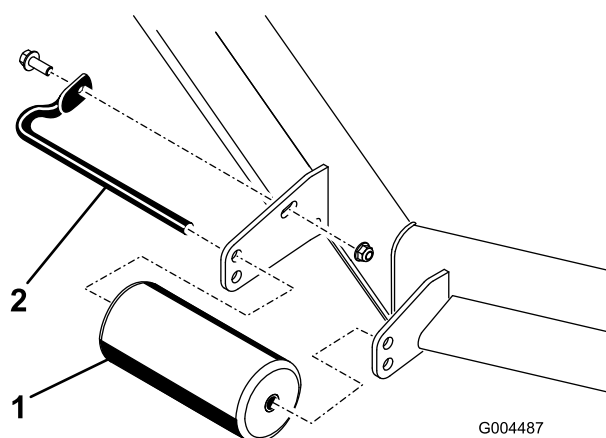

Figura 12
4. Retire las fijaciones que sujetan cada rodillo a la segadora y mueva los rodillos hacia arriba o hacia abajo según sea necesario (Figura 12).